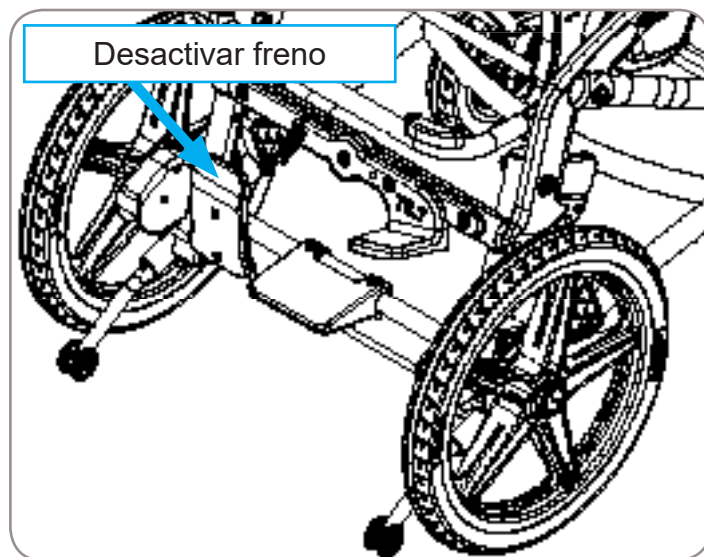

Figura 5
3. Para desactivar el freno de la rueda, empuje hacia adelante en la parte superior del pedal rojo. Figura 5.